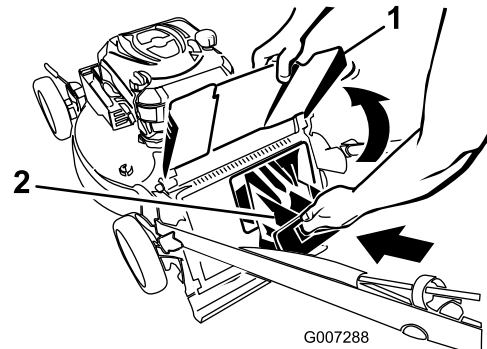

Bild 24
4. Setzen Sie die Heckauswurflappe ein (Bild 24).